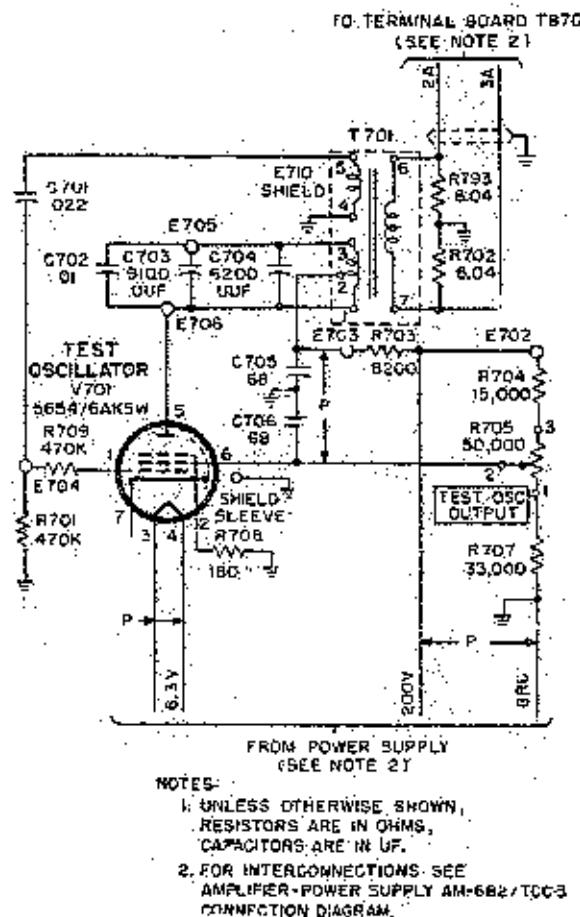

Fig.59 Circuiti dell'oscillatore di prova
b) Circuiti dell'oscillatore (fig.59)